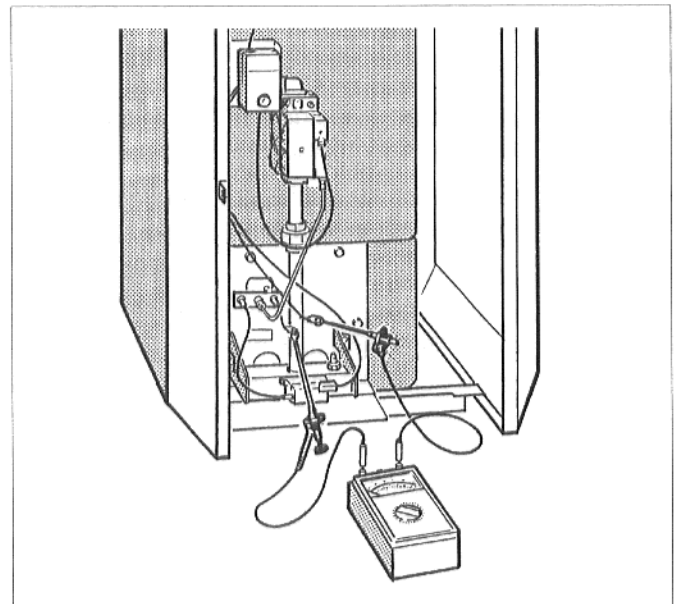

Abb. 32: Ionisationsstrom messen
- Meßgerät an Überwachungskabel und Überwachungselektrode in Reihe anschließen (Abb. 32). Am Meßgerät den μA -Gleichstrombereich wählen.